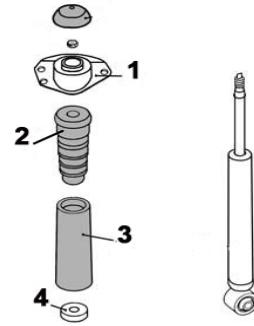

Fig. 10:
- **Fig. 10** Anbauteile (1 – 4) abnehmen, auf Verschleiß prüfen und ggf. erneuern.
- **Fig. 10** Remove add-on parts (1–4); check them for wear and replace if necessary.
- **Fig. 10** Enlever les composants (1 – 4), vérifier leur usure et, le cas échéant, les remplacer.
- **Fig. 10** Extraer las piezas adicionales (1 – 4), comprobar su des-gaste y, si fuese necesario, reemplazarlas.